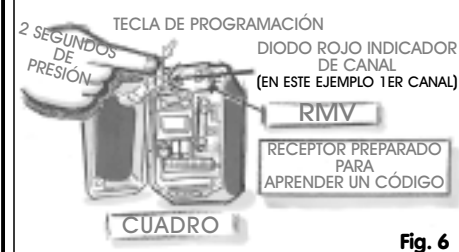

Fig. 6
4.-Pulse durante 2 segundos la tecla de "Programación" que posee el Receptor enchufable RMV hasta que se encienda el diodo rojo correspondiente al canal a programar. **Fig.6.**